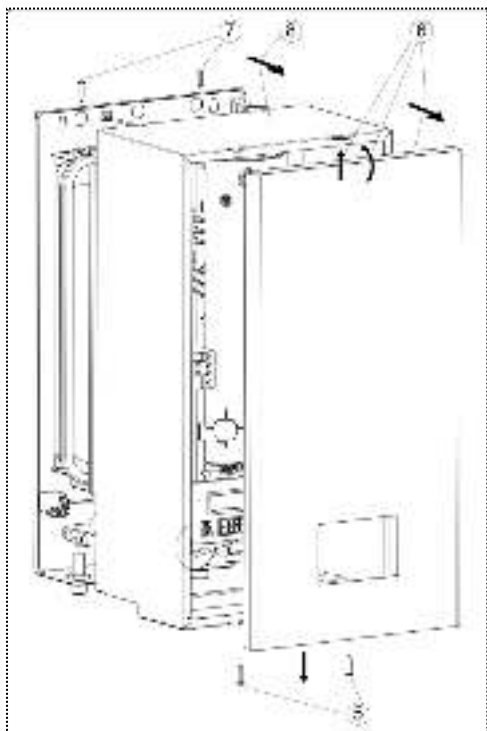

Рисунок 6. Снятие лицевой панели
6.1.5 Выкрутите отвёрткой два самореза с нижнего торца корпуса прибора (см. рис. 6).
6.2.7 Выполните монтаж автоматического выключателя QF (3) в непосредственной близости от прибора и доступным для визуального осмотра месте (см. рис. 6).